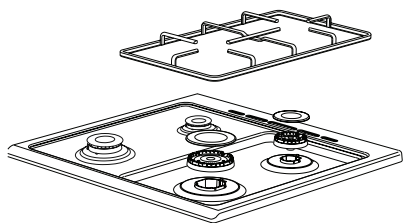

Figura 1
- 1.** Eleve la rejilla, la tapa del quemador y el quemador del producto de forma que el inyector quede visible (Véase la figura 1).